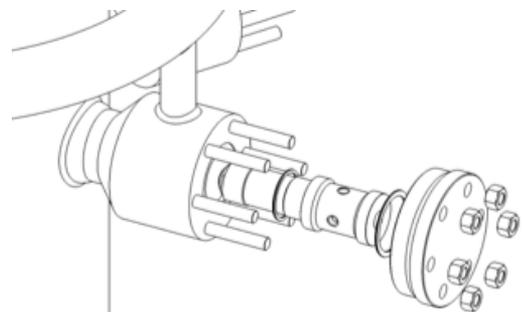

图9- 喷嘴外壳
1. 去除喷嘴外壳上的喷嘴法兰螺母(图9)。
10. 将螺母旋紧达到阀门装配图上所示的值,遵照图9中所示的扭矩施加顺序,至少分为六个等同扭矩施加步骤(预设值的10%,20%,40%,60%,80%和100%),除非另有特别指定